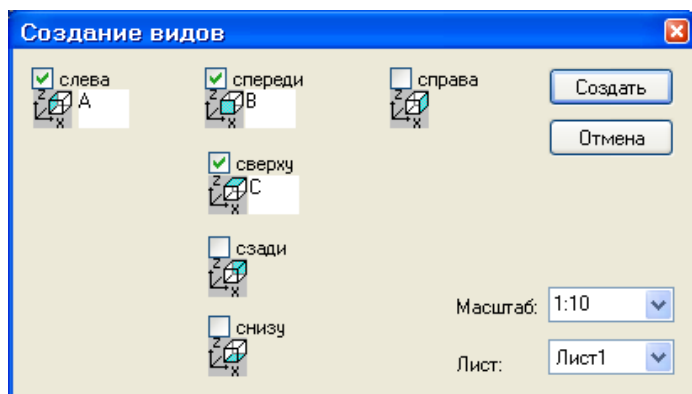

Рис.13.23. Диалоговое окно **Создание видов**
- В диалоговом окне **Создание видов** (рис.13.23) установите флажки **слева**, **спереди** и **сверху**, а также: